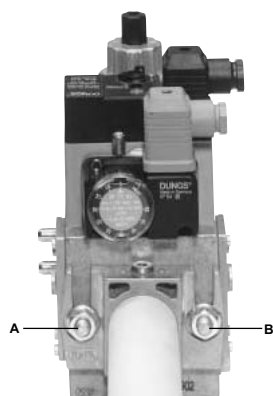

Fig. 5
3. apretar los tornillos A, B, C y D (Fig. 5 - Fig. 6), respetando las posiciones de montaje (Fig. 8);
1. Aflojar los tornillos A y B, no destornillarlos (Fig. 5 e Fig. 6).
2. Desatornillar los tornillos C y D (Fig. 5 e Fig. 6).